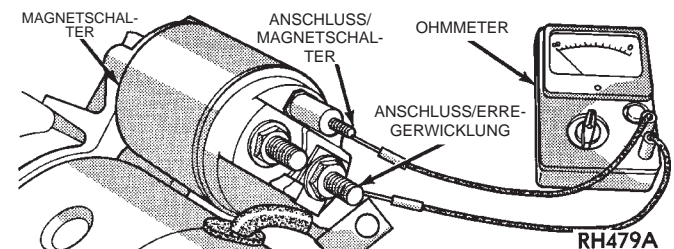

Abb. 9 Durchgang zwischen dem Magnetschalteranschluß und dem Anschluß/ Erregerwicklung prüfen—Typisch
(1) Anlassermotor ausbauen. Näheres hierzu siehe **"Anlassermotor"** im Abschnitt "Aus- und Einbau" in diesem Kapitel.
(2) Kabel vom Anschluß/Erregerwicklung des Magnetschalters abklemmen.
(3) Mit einem Durchgangsprüfer Durchgang zwischen dem Magnetschalteranschluß und dem Anschluß/Erregerwicklung prüfen (Abb. 9). Besteht Durchgang, weiter mit ; andernfalls den defekten Anlassermotor austauschen.